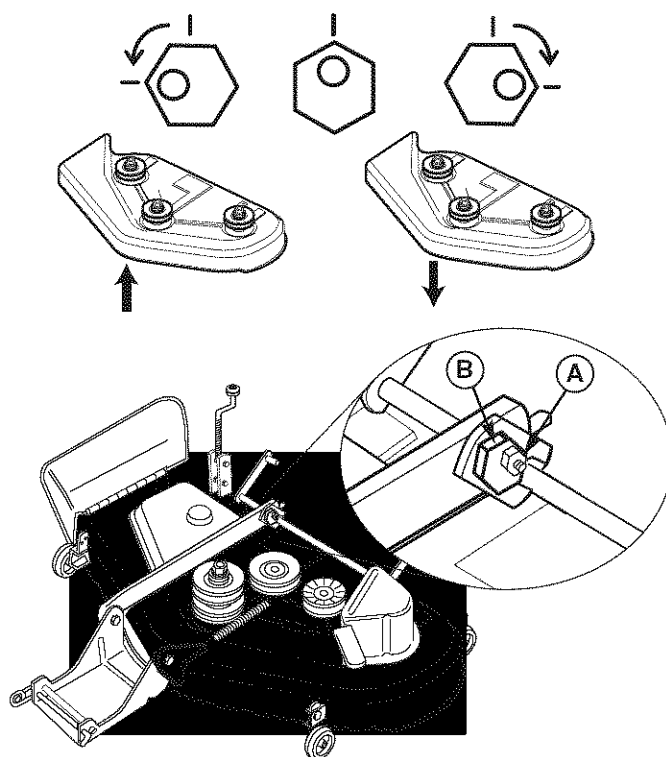

Figura 41. Nivelado de Adelante hacia Atrás
2. Para subir/bajar el frente de la cubierta de la podadora, afloje la tuerca delantera (A, Figura 41 diagrama pequeño) y gire la tuerca trasera (B) contra el collar de fijación (C) para acortar la varilla (D).
3. Verifique nuevamente la medida antes de apretar la tuerca delantera (A) contra el collar de fijación.